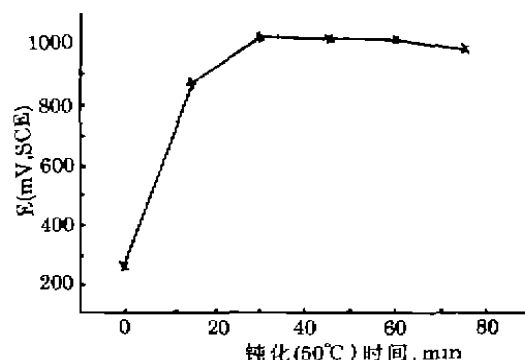

图 3 钝化时间与点蚀电位关系
2.3.2 在 20% 硝酸钝化液中,钝化温度 50℃,不同钝化时间,其点蚀电位见图 3。
从图 3 可以看出,在钝化温度 50℃、钝化时间 30~60min 内钝化性能好,点蚀电位高且稳定。